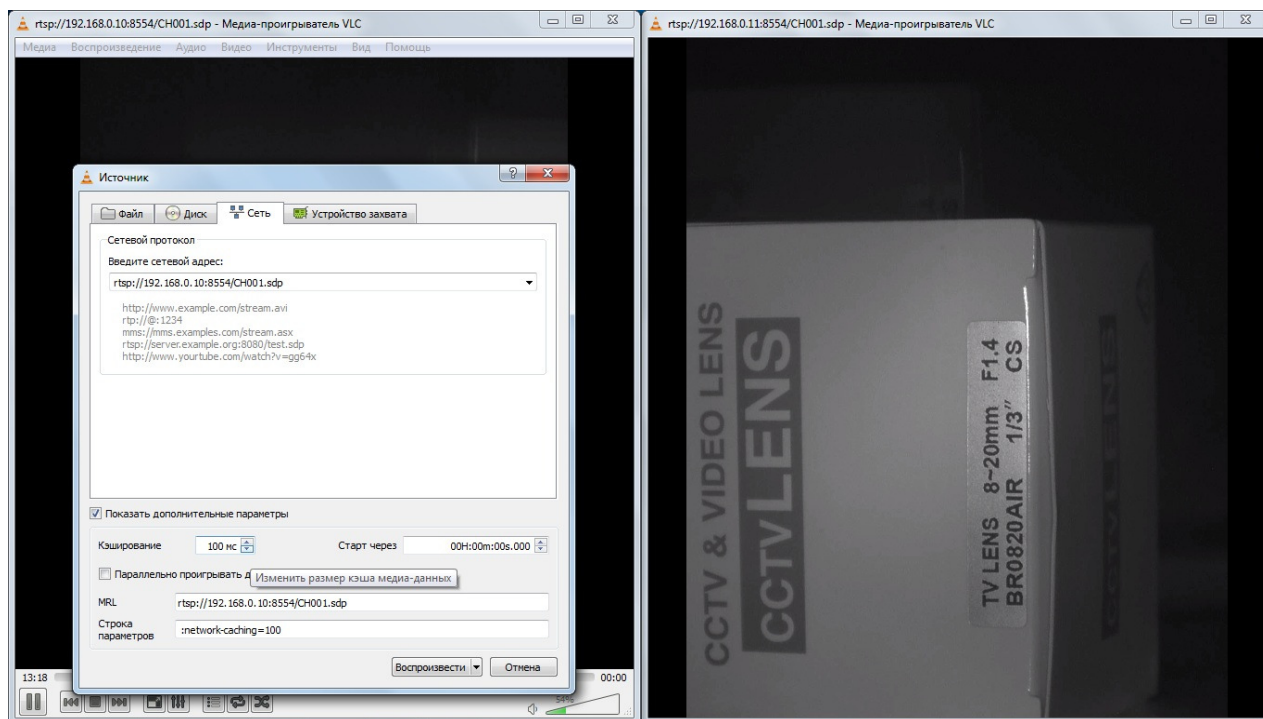

Рисунок 20 – Настройка времени кэширования потока.
- 2) Установить флаг «Показать дополнительные параметры» (см. рис. 20);